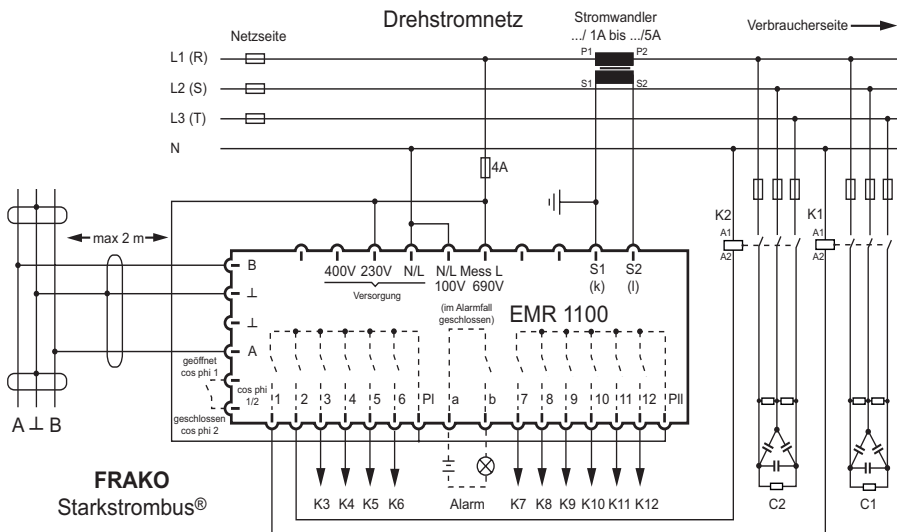

Abb. 3 Anschlussbild
- a) Den Regler wie in Abb. 3 auf Seite 16 gezeigt verschalten.
Der Anschluss erfolgt am Drehstromnetz vorzugsweise gemäß Abb. 3. Um die Funktion der Nullspannungsauslösung nicht zu gefährden, sollte die Versorgungsspannung des Reglers in derselben Phase wie die Schutzspannung angeschlossen werden.